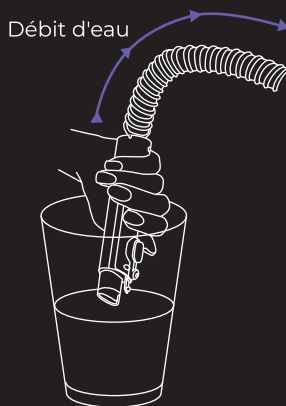

Fig. 19A
2. Il est également possible de nettoyer le tuyau en plaçant la poignée dans de l'eau propre et en laissant le nettoyeur vapeur aspirer l'eau (Fig. 19A)